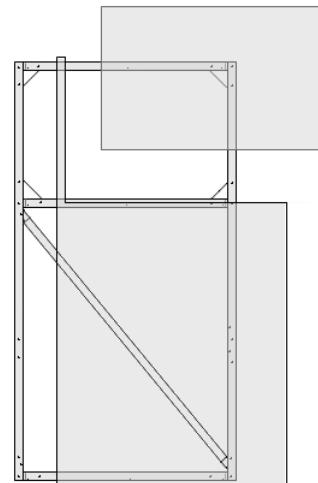

Рис. 18
4.4. Приложите покрытие к каркасу двери и отметьте маркером места крепления и размеры форточки. Просверлите отмеченные отверстия, вырежьте форточку (см. рис. 18) и защитите соты поликарбоната прозрачным скотчем.